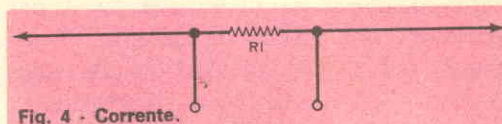
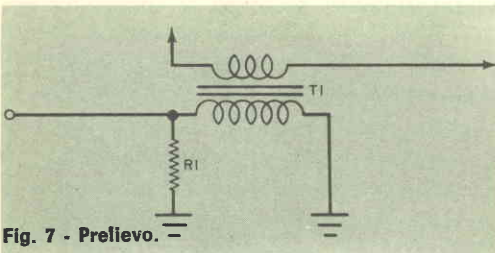
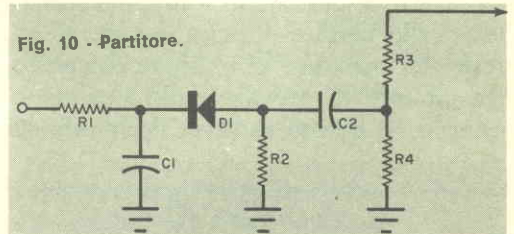

Fig. 4 - Corrente.
Fig. 7 - Prelievo.
Fig. 10 - Partitore.
**Tipici circuiti di punti di prova** - I valori di resistenza e capacità per i circuiti di punti di prova devono essere scelti dopo aver determinato il naturale livello d'impedenza del circuito elettronico. Si considerino anche le frequenze e le caratteristiche degli strumenti di misura. I valori dei componenti relativi ai punti di prova non sono critici: i resistori sono generalmente da  $100.000\ \Omega$  (ad eccezione di circuiti come quelli della *fig. 4*, della *fig. 7* e della *fig. 10* di questo articolo, per cui vanno bene valori compresi tra  $50\ \Omega$  e  $500\ \Omega$ ).
Inoltre, la tensione c.c. del circuito elettronico, qualunque essa sia, apparirà nel punto di prova. Queste difficoltà possono essere in parte superate aggiungendo in serie al circuito un resistore di basso valore, come si vede nella *fig. 4*, e misurando la tensione ai suoi capi. Con la legge di Ohm si converte la misura di tensione in misura di corrente.
serie anziché in parallelo (ved. fig. 7) per prelevare una misura di corrente. Il primario può essere formato da una spira o da poche spire di filo o dal secondario a bassa impedenza di un trasformatore d'uscita. Il resistore R1 (tipicamente da poche centinaia di ohm a 10.000  $\Omega$ ) appare ora in parallelo all'uscita anziché in serie all'uscita, per cui il trasformatore non vede mai un circuito secondario aperto.
Per più alte tensioni RF e basse impedenze circuitali, un partitore di tensione resistivo (ved. fig. 10) funzionerà bene fino ai 300 MHz. La somma di R3 e R4, forse di qualche centinaia di ohm, non deve disturbare i livelli d'impedenza del circuito. Diminuendo R2 si possono misurare tensioni più alte.
pulsante normalmente aperto, che interrompa la continuità quando la porta o la finestra viene aperta. Elementi sensibili al fuoco od all'eccessivo calore possono essere costruiti secondo la *fig. 4*. Il sottile filo sensibile è steso tra due punti e fissato con puntine da disegno, e sopra esso è sospeso, a breve distanza e per mezzo di un elastico, un
**Fig. 4 -** Semplice elemento sensibile al fuoco. Per un perfetto funzionamento, occorre assicurarsi che, quando il blocco di legno si abbassa, non cada di lato ma rompa il filo d'allarme.